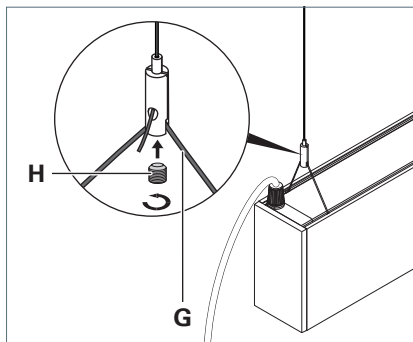

Fig. 22: Fixer le luminaire à l'attache de câble.
- Insérez le câble métallique **G** du luminaire dans l'attache de câble, voir Fig. 22.